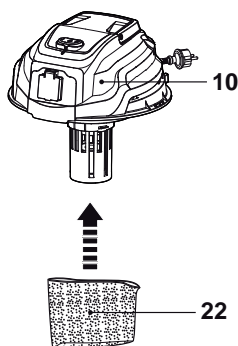
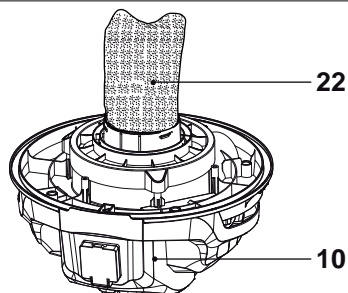

Fig. 10
Fig. 19
- > Deslize a manga de espuma (22) na unidade do motor (10) (Fig. 10). Certifique-se de que assenta bem na posição. Consulte a Fig. 19.
Utilize a manga de espuma (22) durante as operações de aspiração húmida (Fig. 19). Operar o produto sem a manga de espuma (22) pode danificar a unidade do motor.